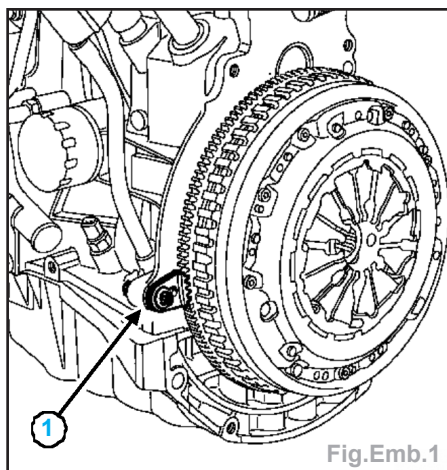

Fig.Emb.1
- Mettre en place l'outil (1) (Secteur d'immobilisation du volant moteur MOT. 582-01) (Fig.Emb.1).
- Mettre l'outil (1) (Secteur d'immobilisation du volant moteur Mot.1677) (Fig.Emb.1).